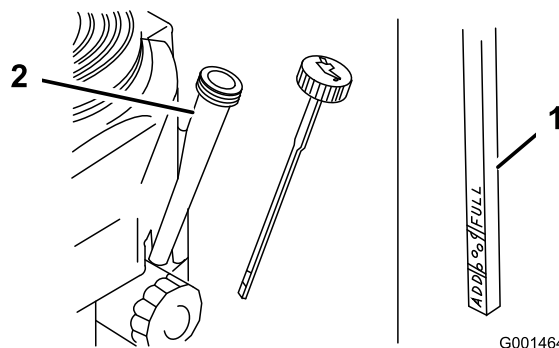

Figure 34
4. Nettoyez la surface autour de la jauge d'huile (Figure 34) pour éviter que des impuretés ne s'introduisent dans le goulot de remplissage, ce qui risquerait d'endommager le moteur.
5. Retirez la jauge d'huile et essuyez soigneusement son extrémité (Figure 34).
6. Remettez la jauge au fond du tube de remplissage, mais sans la visser (Figure 34).
9. Versez avec précaution environ 80% de la quantité d'huile spécifiée dans le goulot de remplissage (Figure 34)